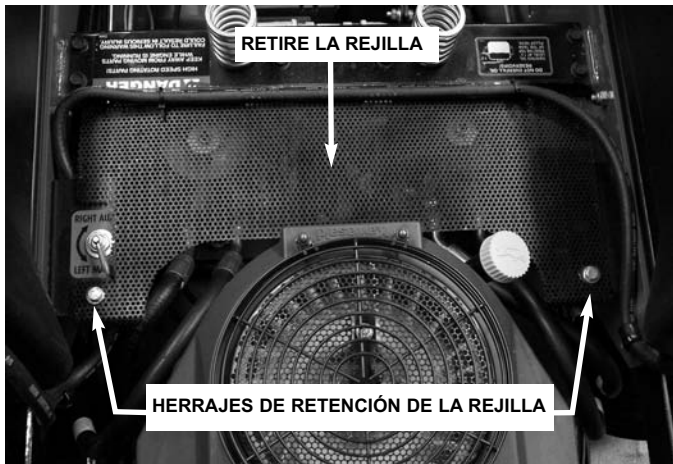

FIGURA 5.1
4. Retire la rejilla para dejar expuestas las bombas hidrostáticas y los varillajes. Vea la figura 5.1.